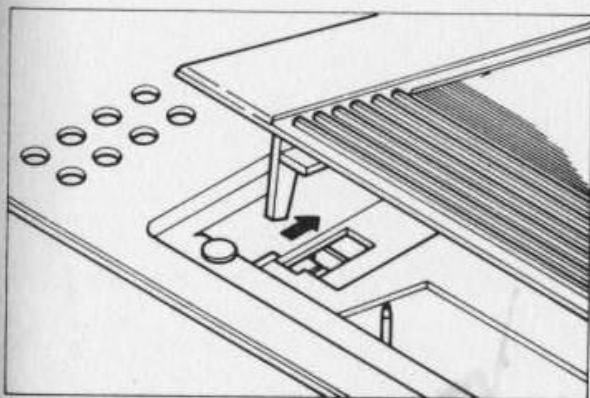

Abbildung 7. Cassettenfach-Verriegelung
- 2) Sehen Sie nach unter Abb. 7. Verwenden Sie, um die Verriegelung niederzudrücken, einen Bleistift o.ä.